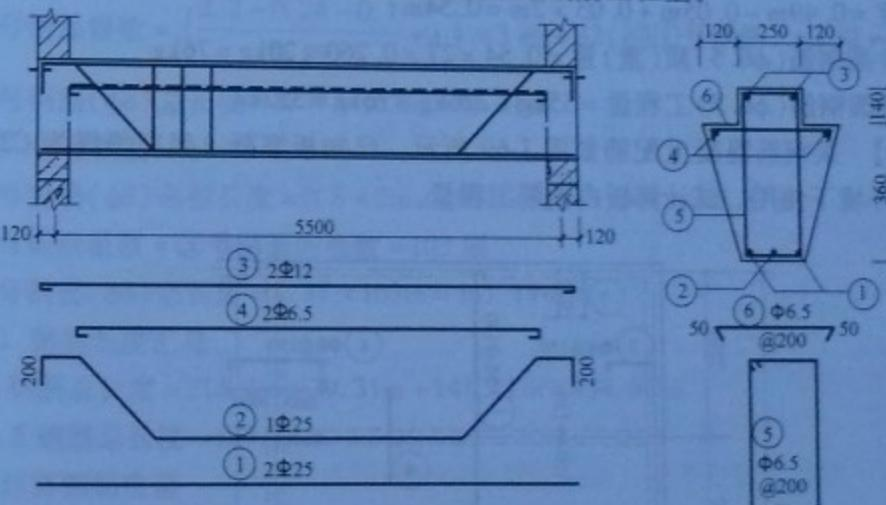

图 1-68 现浇花篮梁示意图
**【例 1-68】**图 1-68, 某现浇花篮梁共 20 支, 混凝土强度等级为 C25, 梁垫尺寸为 800mm × 240mm × 240mm, 计算现浇钢筋混凝土梁钢筋工程量。